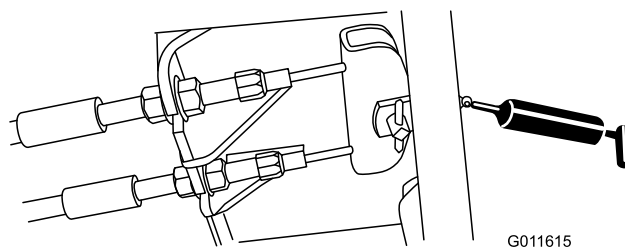

Figura 54
- Pedal de freno (1) (Figura 54)